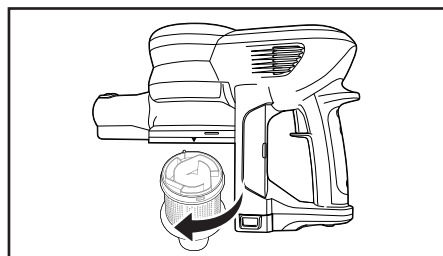

Fig. 4
2. Faites pivoter le cylindre interne dans le sens des aiguilles d'une montre pour le retirer de l'aspirateur (Fig. 4).